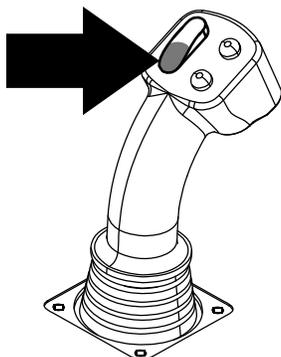

Рисунок 5
**Внимание:** Необходимо удерживать нижнюю часть перекидного кулачкового переключателя на левом джойстике нажатой до упора вниз до тех пор, пока действие на каждом этапе не будет завершено (Рисунок 5).